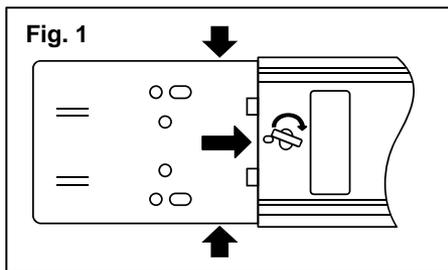

Fig. 1
1. Retirez le **covercle du canal** du **corps de l'appareil**. (Fig. 1)